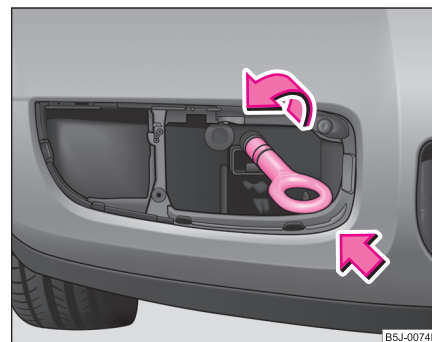

Fig. 176 Paragolpes delantero: montaje de la argolla de remolque ▶
- Enroscar la argolla de remolque a mano girándola hacia la izquierda hasta el tope ⇒ página 259, fig. 176.